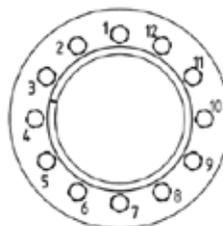

Fig. 5.10.5
- serrare mediante chiave dinamometrica – tarata ad un valore approssimativo superiore del 5% rispetto a quello prescritto in tab. 5.10.1 – le viti dell'unità di bloccaggio in modo graduale e uniforme, con sequenza continua (non in croce) ved. fig. 5.10.5 e in più fasi (circa 1/4 giro per ogni passaggio) fino a quando una rotazione di 1/4 giro non è più possibile;